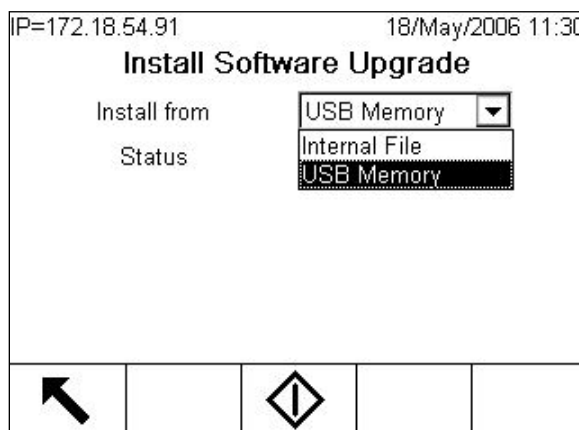

Figura 3-5: Atualização de Firmware da Memória USB
5. Selecione a caixa Instalar, e pressione ENTER, e use a tecla de seta PARA BAIXO para destacar a Memória USB, como mostrado na Figura 3-5 e pressione ENTER para fazer a seleção.